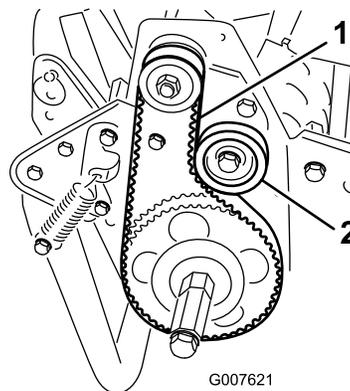

Figura 37
2. Compruebe la tensión presionando la correa en el punto intermedio entre las poleas (Figura 37) con una fuerza de 18 a 22 N.
- A. Afloje la tuerca de montaje de la polea tensora y pivote la polea tensora en sentido horario contra la parte trasera de la correa, hasta obtener la tensión deseada (Figura 37).